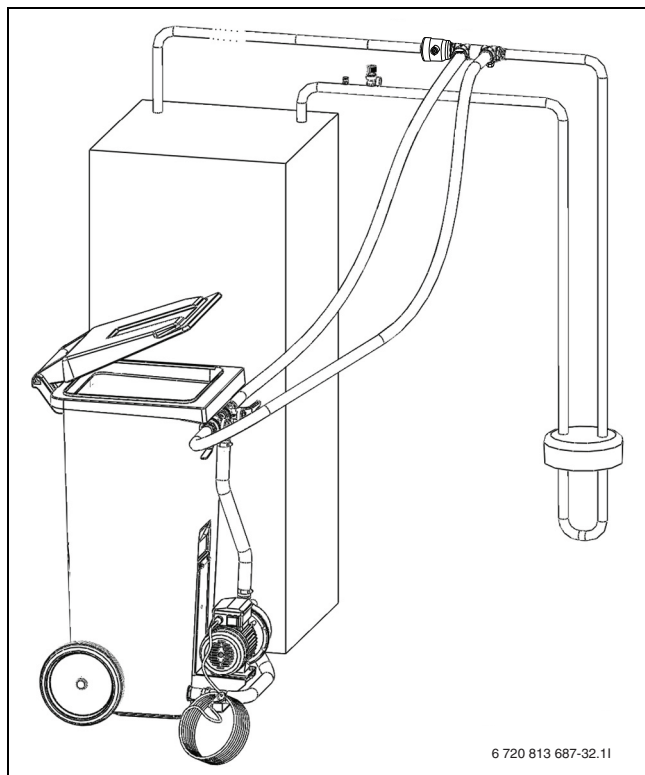

Fig. 13 Påfylling med påfyllingsstasjon
- Koble til to slanger mellom påfyllingsstasjonen og påfyllingsinnretningen (→ fig. 13).